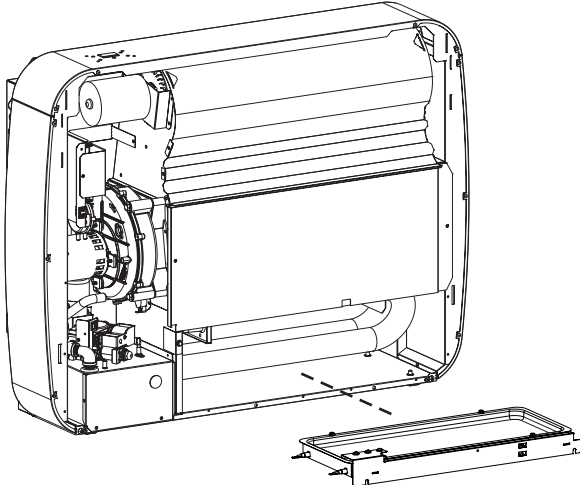

Figure 4
- Récupérez le plateau chauffant et insérez-le dans le bas du compartiment de l'échangeur de chaleur de la chaudière murale. Assurez-vous de ne pincer aucun fil. **Voir figure 4.**